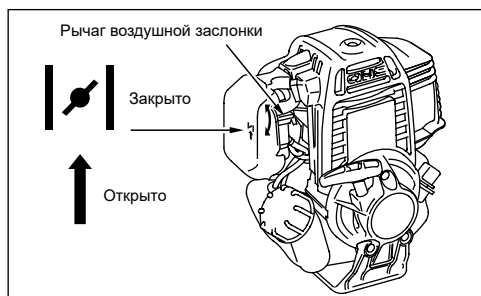

Рис. 13
5. Переведите рычаг воздушной заслонки в верхнее положение – ||/ «Закрото» (рис. 13).
9. Переведите рычаг воздушной заслонки (рис. 13) в нижнее положение |||| «Открыто».
1. Переведите рычаг воздушной заслонки в нижнее положение – III «Открыто» (рис. 13).